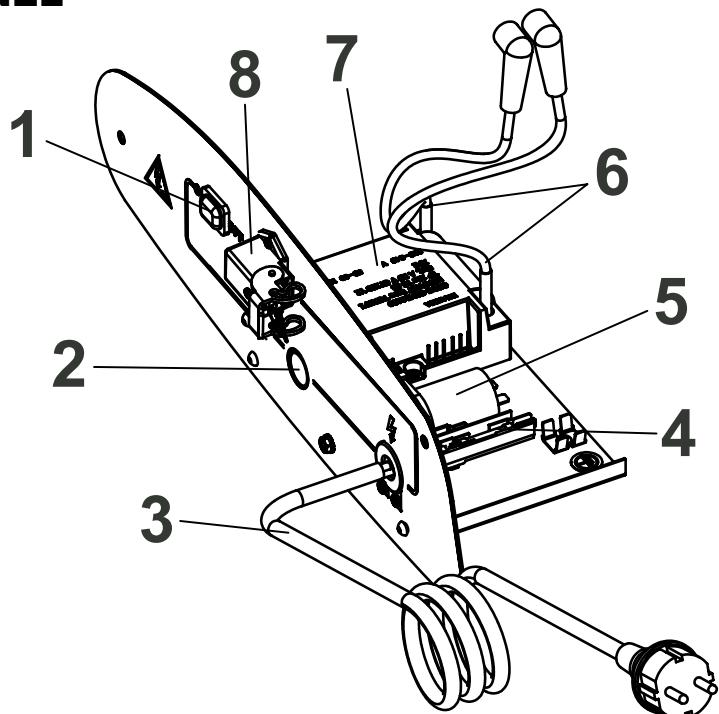

Fig. 2
- Nastaviť vypínač 1 (Fig. 2) do polohy ON, čím sa zapne ventilátor a po niekoľkých sekundách sa začne spaľovanie.
- Pri prvom použití prístroja alebo po úplnom vyprázdení olejovej sústavy môže nastáť oneskorenie v prítoku oleja do trysky, čo vyvolá reakciu signalizácie kontroly horenia plameňa, ktorá vypne generátor. V takomto prípade počkajte 1 minútu a stlačte tlačidlo manuálneho spúšťania a zariadenie sa spustí znova 2 (Fig. 2).
2. Stlačte tlačidlo manuálneho spúšťania 2 (Fig. 2);
Zariadenie vypnete z prevádzky posunutím vypínača 1 (Fig. 2) do polohy „OFF“. Plameň zhasne a ventilátor sa bude ďalej otáčať pokým sa úplne neochladí spaľovacia komora.
Generátor je vybavený elektronickým systémom kontroly horenia plameňa. Ak tento systém zaznamená jednu alebo niekoľko nepravidelností prevádzky zablokuje prístroj a rozsvieti sa kontrolka manuálneho spúšťania 2 (Fig. 2).